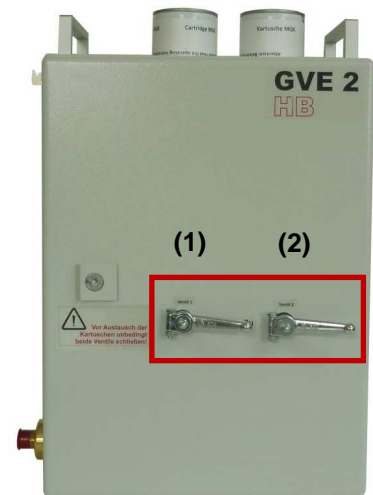

Abbildung 14: Ventile geschlossen
1. Flamme löschen. Die Ventile (1) und (2) an der GVE 2 schließen (s. Abb. 14).